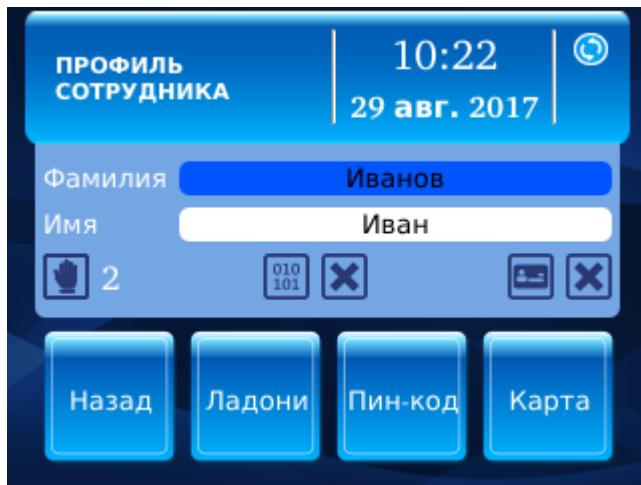

Рисунок 29. Изменение данных о сотруднике
- **Изменить** – изменение данных выбранного сотрудника (рисунок 29)